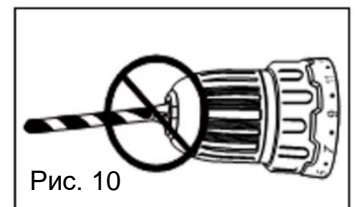

Рис. 10
1. Поверните гильзу патрона (1) в направлении против часовой стрелки.
3. Поверните гильзу патрона (1) в направлении по часовой стрелке, пока губки патрона (2) не сойдутся равномерно, и оснастка не будет надежно зажата.
**ВНИМАНИЕ!** Никогда не закрепляйте оснастку как показано на рисунке (Рис.10). Оснастка должна быть зафиксирована ровно и всеми губками патрона одновременно.